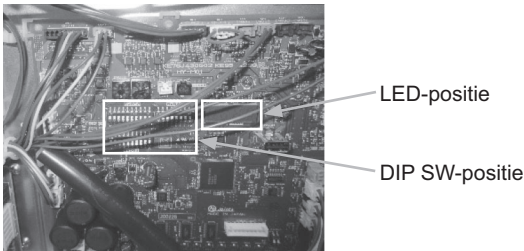

Afbeelding 1 Automatische ontluchtingsklep
- *1. **Installeer een automatische ontluchtingsklep op het hoogste punt van elke aftakking van de HBC (op twee plaatsen op het hoogste punt van de retourleiding van de Sub-HBC, en op zes plaatsen op het hoogste punt van de retourleidingen van de binnenapparaten). (Zie Afbeelding 1.)**